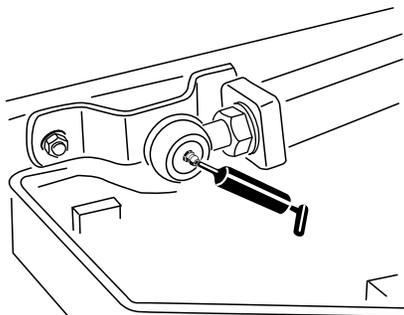

Figura 41
- Giunti sferici (2) del braccio di sollevamento (Figura 41)